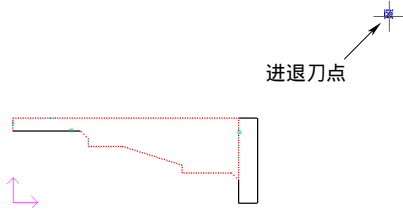

图 4-41 拾取进退刀点
6) 确定进退刀点。指定一点作为刀具加工前和加工后所在的位置，如图 4-41 所示。要保证选取的点在进退刀时不会与工件发生干涉。